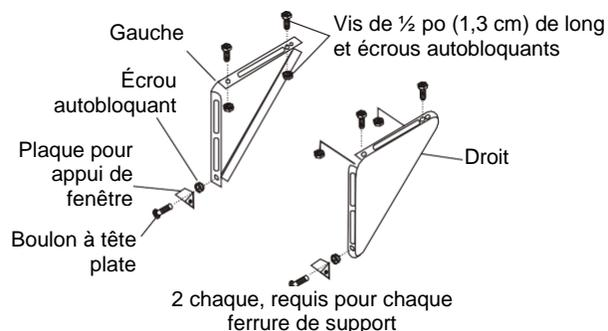

Fig. 15B
2. Fixez les ferrures de support sur la plaque pour appui, aux endroits marqués (figure 15B). Serrez les vis à la main, car il est possible que des changements soient apportés plus tard.